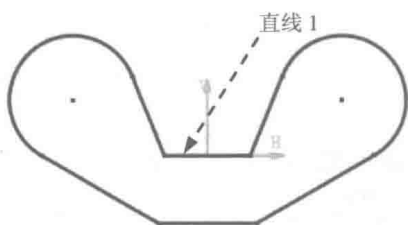

图 3.5 添加对称约束
Step5. 参照 Step4 步骤可以创建图 3.5 所示的其他点的对称约束,同时约束图 3.5 中的直线 1 与水平 H 轴相合。